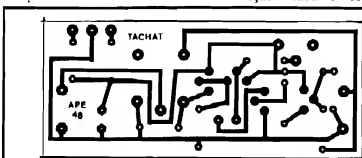

Fig. 2
- FIG. 2 - LAY OUT DO CIRCUITO IMPRESSO ESPECÍFICO - A plaquinha é pequena e simples em seu desenho de ilhas e pistas... A ausência de Integrados, inclusive, torna as coisas menos "apertadas", facilitando a elaboração do lay out (o padrão pode ser copiado diretamente da figura, já que está em tamanho natural...) e mesmo a traçagem feita com tinta ou decalques ácido-resistentes... De qualquer modo, após a corrosão na solução de perclorato de ferro, tudo deve ser muito bem conferido, buscando-se falhas, "curtos", lapsos, etc., que devem ser corrigidos antes de se iniciar as inserções e soldagens de componentes. Aos Hobbystas que só agora estão chegando à Turma, recomendamos seguir as INSTRUÇÕES GERAIS PARA AS MONTAGENS, um módulo permanentemente encartado nas páginas iniciais de toda APE...